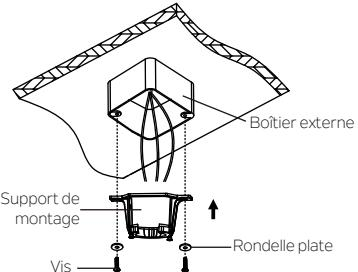

Fig. 5
Étape 1. Avant de fixer le ventilateur au boîtier externe (non fournie), assurez-vous que le boîtier externe est solidement fixé à au moins deux points d'un élément de plafond structurel (une boîte libre fera vaciller le ventilateur). Faites passer les fils d'alimentation de 120 volts du boîtier de sortie au plafond par le centre du support de montage au plafond. Installez le support de montage du boîtier externe dans le plafond à l'aide des vis et des rondelles fournies avec le boîtier externe. (Fig. 5)